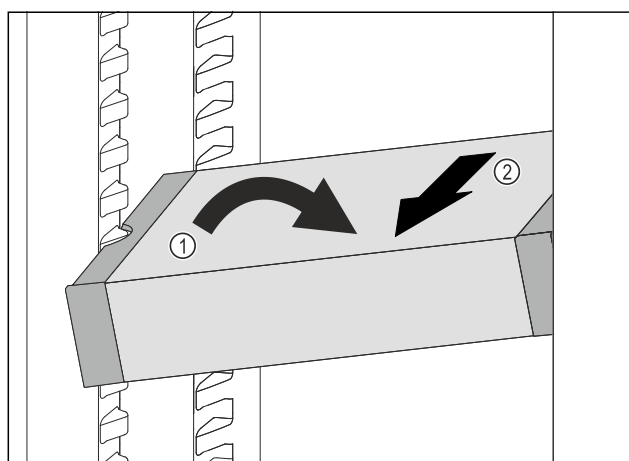

Fig. 104
- ▶ VarioSafe ustawić w chłodziarce pod skosem. Fig. 104 (1)
- ▶ VarioSafe wyjąć do przodu. Fig. 104 (2)